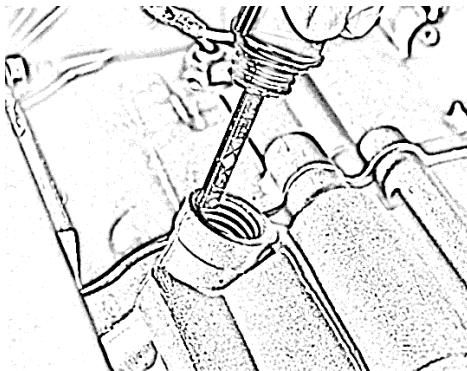

Bild 9
- Skruva loss oljepåfyllningspluggarna med ansluten oljesticka, Fig. 9.